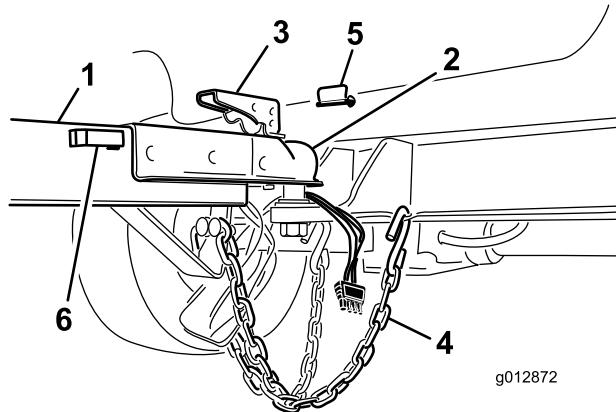

Figura 11
2. Levante a alavanca do acoplador no garfo enquanto baixa a cobertura sobre a bola de engate (Figura 11).